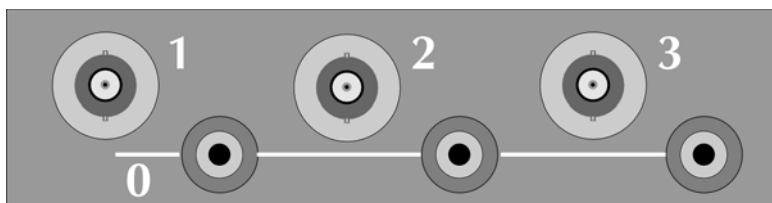

Рис.4. Вид боковой панели.
3.1.4. На боковой панели прибора (рис.4), находятся разъёмы для подключения электродов и электрохимического датчика.